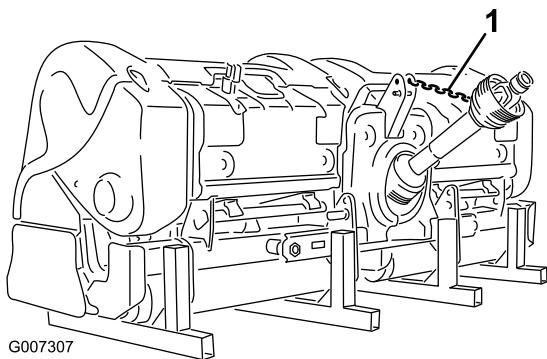

Figure 40
12. Fixez l'attache de PDF à la protection de PDF pour empêcher l'arbre de PDF de toucher le sol (Figure 40).